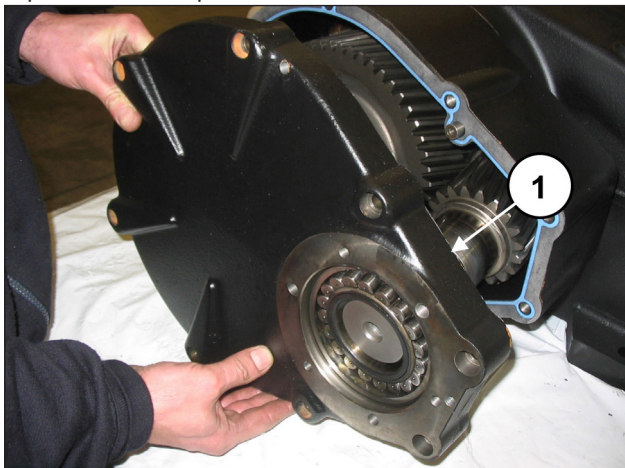

Fig. 67
Monter le couvercle du réducteur (rep. ①, Fig. 67) et le fixer à l'aide de 8 vis M10x50 (rep. ①, Fig. 68). Utiliser un tampon pour éviter que le coussinet ne sorte de son siège (rep. ①, Fig. 69). Serrer les vis à l'aide d'une clé dynamométrique, en suivant les explications du chapitre 3.